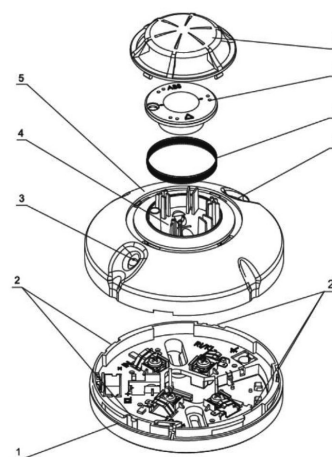

fig.1
O detector deve ser colocado na base (**fig 1, pos. 1**) e depois rodado no sentido horário até chegar às guias salientes (**fig 1, pos. 2**).